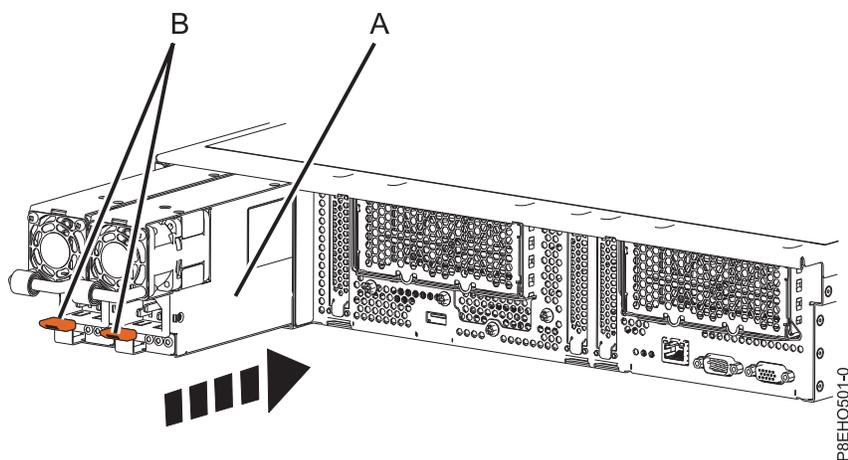

Figura 77. Sustitución de una fuente de alimentación del sistema
2. Alinee la fuente de alimentación (A) con la bahía y deslice la fuente de alimentación en el sistema hasta que el pestillo de color terracota (B) quede bloqueado en su sitio. Consulte la Figura 77.